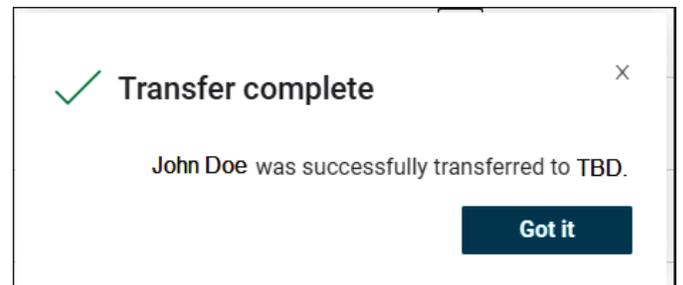

Figure 64. Confirmation du transfert
7. Une fois le transfert effectué, une fenêtre de confirmation du transfert au nouveau responsable et à son organisation s'affiche, voir **Figure 64**.